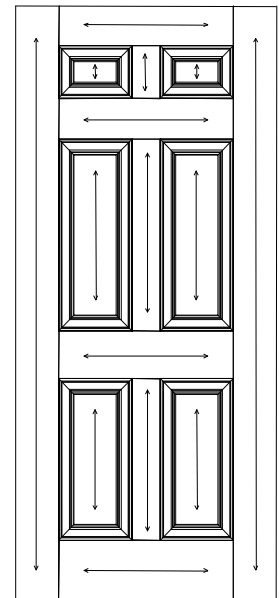

Figura 6
Todas las superficies de una puerta símil madera tostada no se pueden teñir. La superficie de nuestra puerta de fibra de vidrio con textura patentada produce una adhesión de tintura superior sin lijar. Seleccione una tintura a base de agua de alta calidad de Minwax® o Behr® o una tintura en gel de alta calidad de Minwax® u Olympic®. O, seleccione una tintura a base de aceite de alta calidad de Ace®, Minwax®, o Zar®. Antes de aplicar una tintura, limpie la puerta de fibra de vidrio y el marco de la puerta con un paño seco para retirar cualquier suciedad, aceite o desechos. Deje que la superficie se seque por completo antes de iniciar la tintura. Aplique una cantidad de tintura uniforme con un cepillo o un paño sin pelusas en la dirección de la madera según se muestra en la figura 6. Trabaje con tintura en la superficie. Aclare la tintura y retire el exceso mediante el barrido con un paño limpio antes de que la tintura se seque por completo. Para una apariencia más oscura, aplique una segunda capa después de que se seque la primera. Siga las instrucciones de aplicación de la etiqueta del recipiente de la tintura. Después de que se seque la tintura para al menos 24 horas, aplique tres capas de satinado para exteriores de alta calidad o poliuretano brillante en dirección de la madera. Cumpla con el tiempo de secado que figura en la etiqueta entre cada capa. **Importante:** Utilice poliuretano con inhibidores ultravioletas (UV).
Las puertas de fibra de vidrio, lisas sin pintar/pre-pintadas se pueden pintar con la mayoría de las pinturas de exterior a base de aceite, de alta calidad. Para las puertas lisas, sin pintar, recomendamos lijarlas suavemente con papel de lija granulada de 600 para obtener mejores resultados. Antes de aplicar una pintura, limpie la puerta de fibra de vidrio y el marco de la puerta con un paño seco para retirar cualquier suciedad, aceite o desechos. Deje que la superficie se seque por completo antes de iniciar la pintura. Pinte la puerta en las direcciones que se muestran en la figura 6. Aplique al menos dos capas de pintura. Cumpla con el tiempo de secado recomendado en la etiqueta entre cada capa.